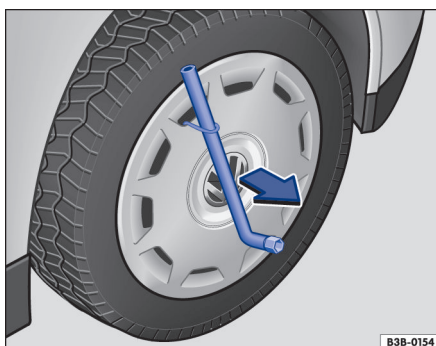

Fig. 175 Retirar a calota integral.
- Passar a chave de roda pelo gancho → Fig. 175 e puxar a calota para fora no sentido da seta.